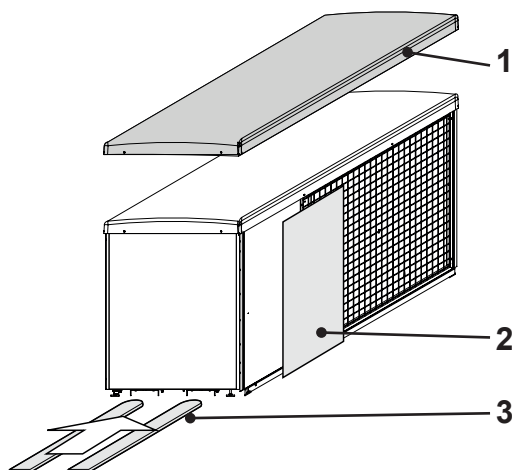

Fig. 08
- Svitare e rimuovere il coperchio della pompa di calore fissato con 6 viti (1, Fig. 08).
- Svitare e rimuovere i rivestimenti laterali (2, Fig. 08) accanto alla griglia di protezione dell'aspirazione.
Il carrello elevatore deve essere applicato sul lato della parte di raffreddamento in direzione longitudinale (3, Fig. 08).